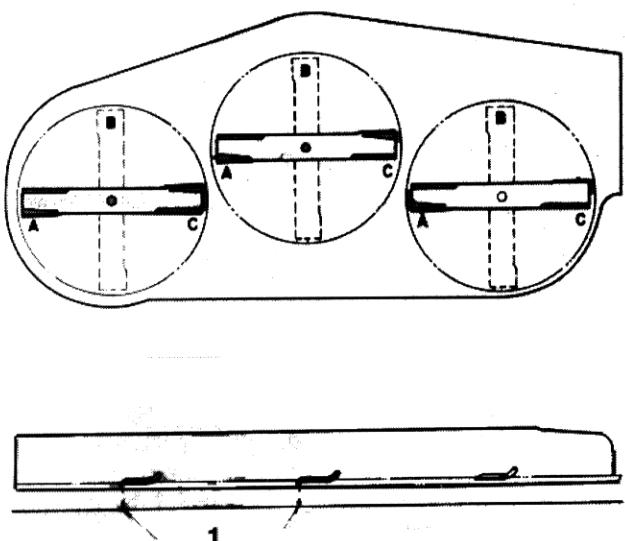
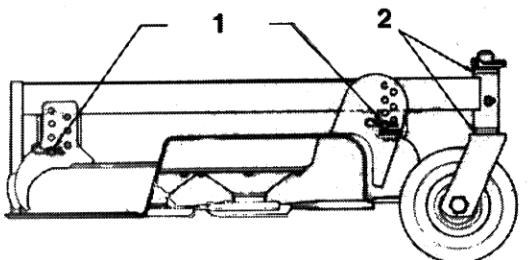

Fig 8
Fig 9
1. Verificare che i perni di altezza del taglio anteriori poggino correttamente sui cuscinetti dell'intelaiatura (Fig. 9).
2. Alzare l'altezza di taglio alla posizione 89 mm o 102 mm (Fig. 9).
4. Mettere le tre lame in posizione "A" (Fig. 8) e misurare dalla superficie piana alla base della punta di ogni lama (Fig. 8).
5. Prendere nota della misura ottenuta al punto "A". Girare le lame in posizione "B" (Fig. 8) e misurare la distanza di tutte le lame per livellare la superficie. Prendere nota delle dimensioni (Fig. 9).
6. Girare le lame in posizione "C", misurare e prendere nota della distanza misurata (Fig. 8 e 9).
- Alzare la parte bassa dell'apparato di taglio se viene normalmente utilizzato ad altezze di taglio tra 25 e 51 mm. Rimuovere l'acciarino che fissa la ruota orientabile sul lato basso (Fig. 9) e togliere il gruppo ruota orientabile.
C. Se l'apparato di taglio viene utilizzato ad altezze di taglio da 51 a 102 mm, abbassare il lato alto. Togliere l'acciarino dalla ruota orientabile dal lato alto dell'apparato e rimuovere il gruppo ruota (Fig. 9).